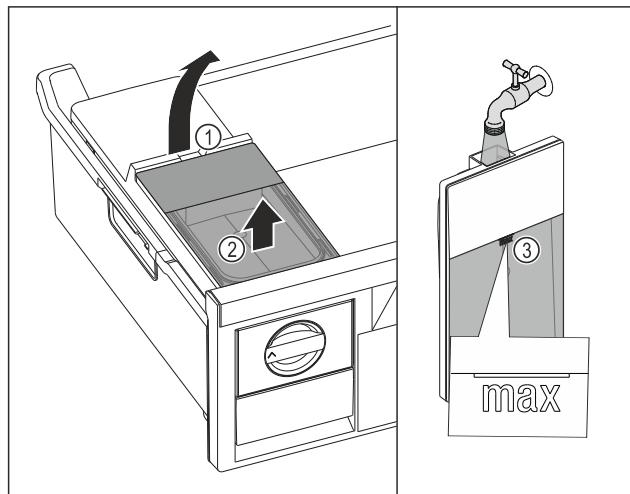

Fig. 81
- Podignite spremnik za vodu na otvoru Fig. 81 (1).
- Izvadite spremnik za vodu prema gore. Fig. 81 (2)
- Spremnik za vodu napunite pitkom vodom do oznake Fig. 81 (3).